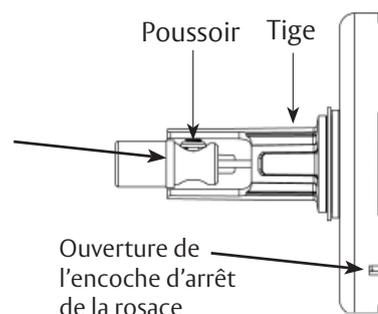

Figure 9
6. En position déverrouillée, vérifiez que le bouton est bien ajusté. Voir figure 9 pour obtenir l'alignement conforme. Procédez à des ajustements, au besoin.